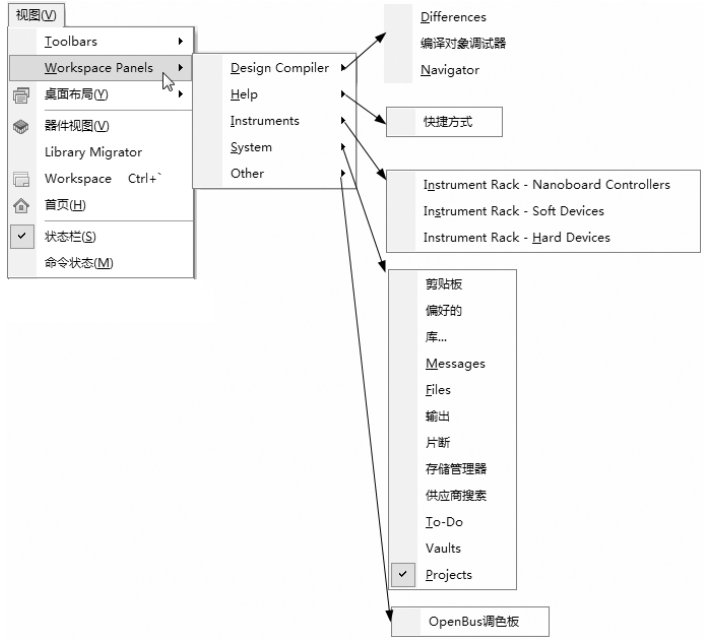

图 1-11 “Workspace Panels（工作区面板）”命令子菜单
- (1) “Toolbar”（工具栏）命令：用于控制工具栏的显示和隐藏，其子菜单如图 1-11 所示。
- (2) “Workspace Panels”（工作区面板）命令：用于控制工作面板的打开与关闭，其子菜单如图 1-11 所示。